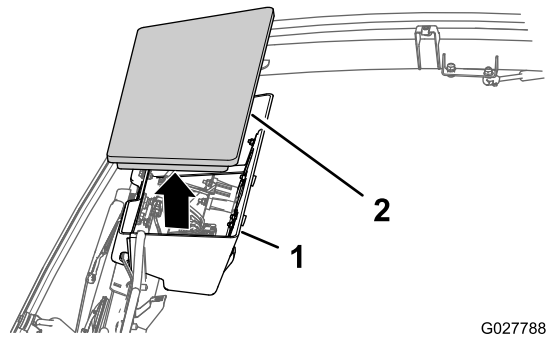

図 14
3. 頭上のコンソールについているプラグを外して穴にする 図 14。